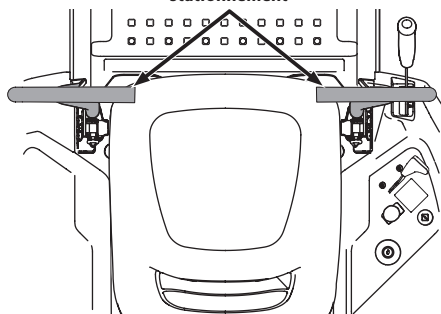

Figure 20
1. L'opérateur doit être assis sur le siège du tracteur avec les leviers de contrôle de la barre abdominale complètement sortis et en position de stationnement. Consultez la Figure 20. Reportez-vous à la rubrique Consignes de sécurité pour obtenir de plus amples directives.